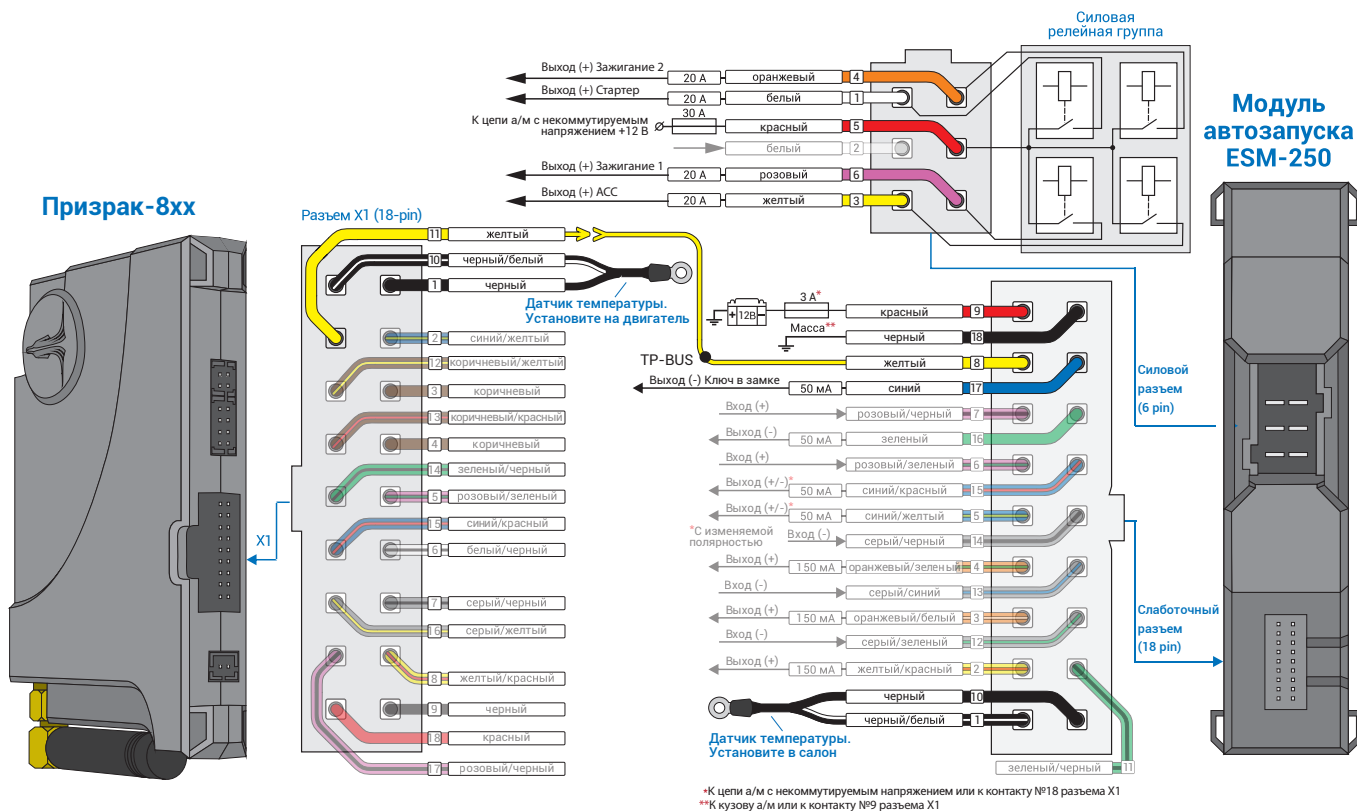
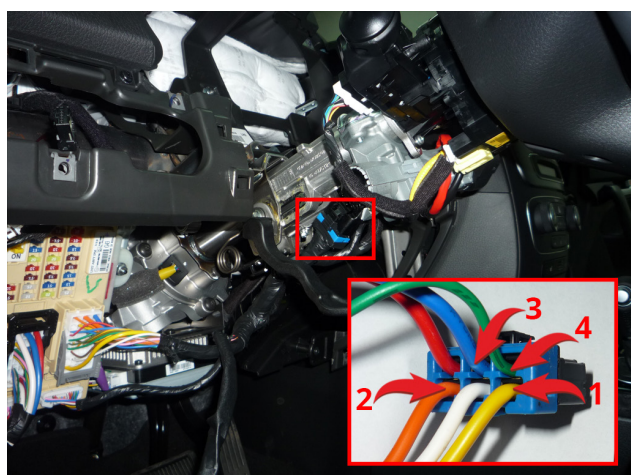
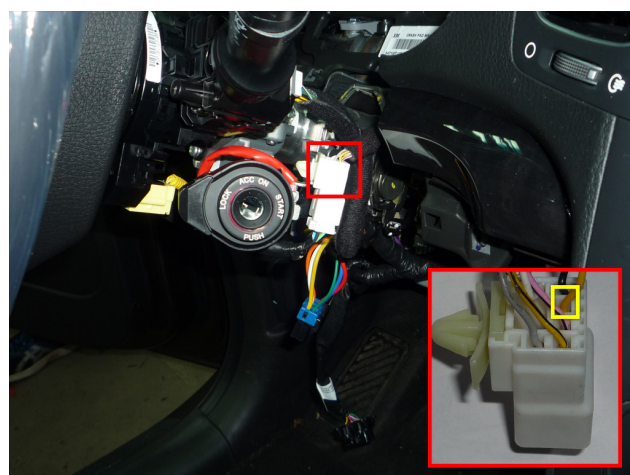

Рис.3 Подключение модуля автозапуска ESM-250
Рис.4 Подключение к силовым цепям запуска двигателя
Рис.5 Ключ в замке
4. Подключите модуль автозапуска ESM-250 – выводы модуля, которые требуется подключить, выделены на рис. 3. Подключение производится в синем разьеме непосредственно у замка зажигания (см. рис. 4). Также требуется подключение к проводу а/м, на котором присутствует статус «ключ в замке» (см. рис. 5).